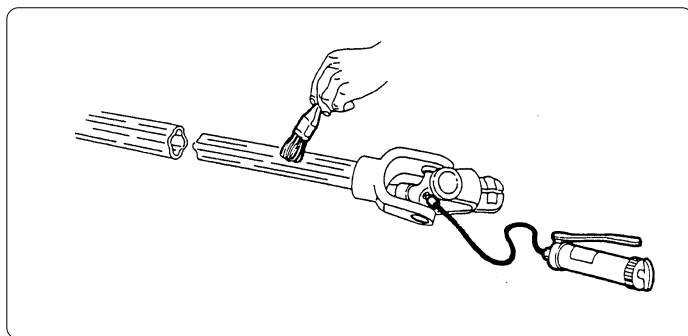

fig. 7.5.1
7.5 - Pulizia e ingrassaggio albero cardanico (fig. 7.5.1)
7.5 - *Cleaning and greasing the driveline (fig. 7.5.1)*